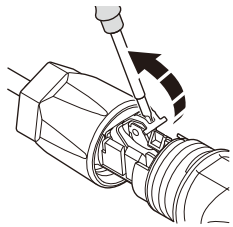

Abbildung 4.7
Schritt 2. Öffnen Sie die Feder mit einem Schraubendreher wie unten dargestellt. (siehe Abbildung 4.7)